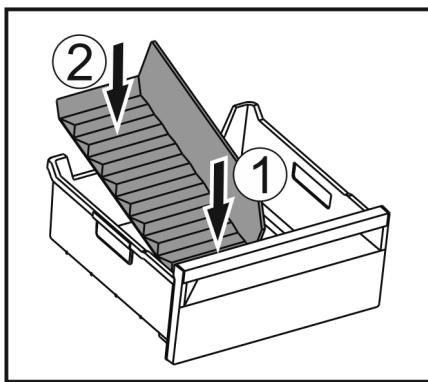

Fig. 61
- Поставете разделителя първо отпред Fig. 61 (1).
- Спуснете задната част Fig. 61 (2).